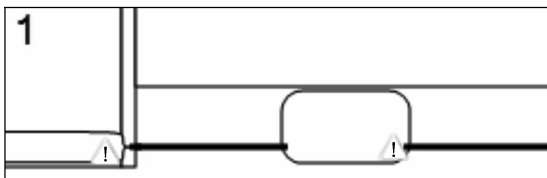
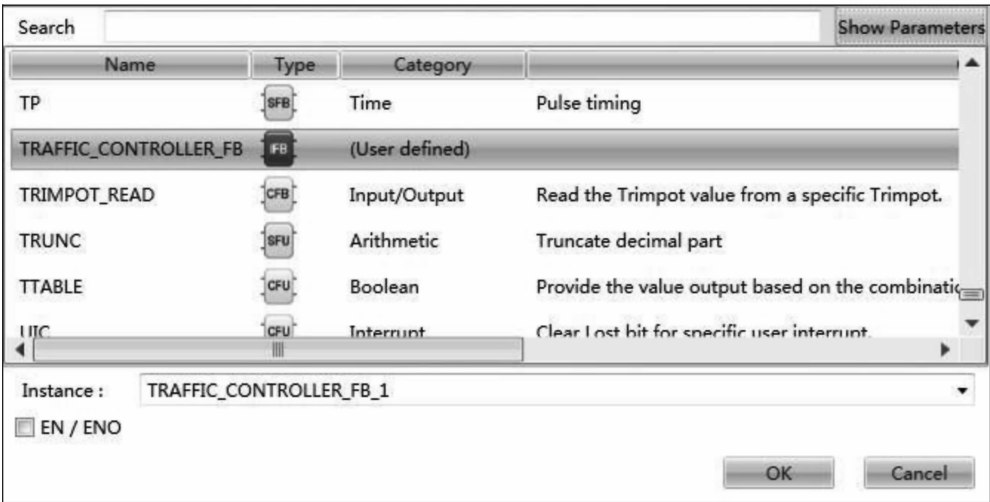
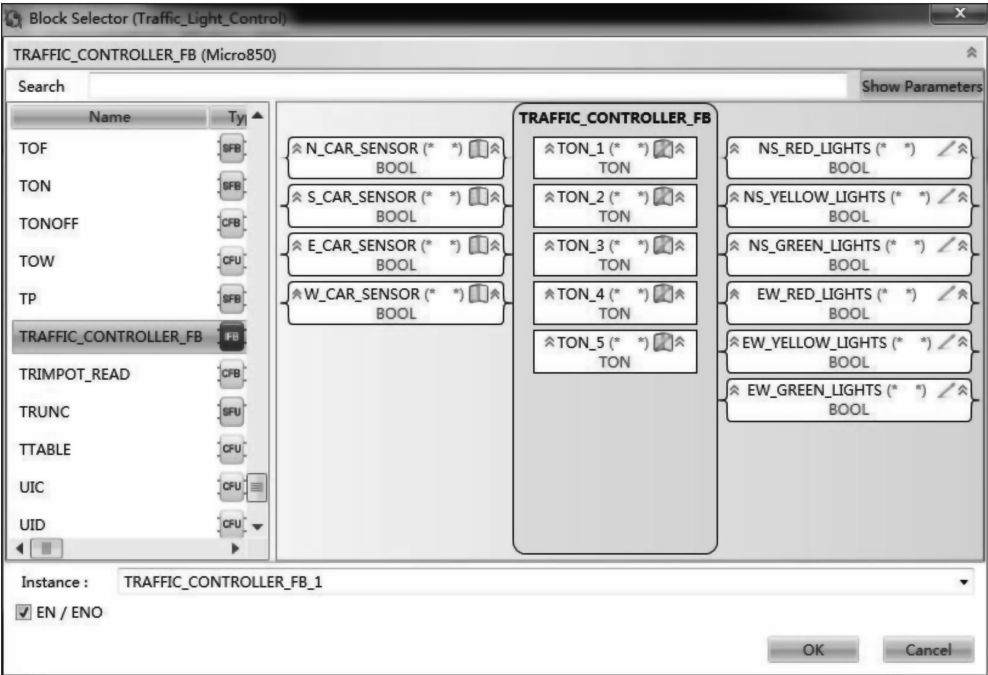

图 5-114 编写主程序
图 5-115 选择功能块
图 5-116 设置交通灯功能块
- 3) 双击交通灯控制图标，打开编程界面，在工具箱里选择功能块指令拖拽到程序梯级中，如图 5-114 所示。拖拽功能块指令到梯级以后，会自动弹出功能块选择列表，找到编写好的交通灯控制功能块，如图 5-115 所示，选择即可。
双击编写的交通灯功能块，出现如图 5-115 所示的界面，选中编写的交通灯功能块，单击右上方的显示参数按钮 **Show Parameters**，可以看到交通灯功能块中所有的输入和输出参数，在该参数列表中可以对这些参数进行必要的设置，完成参数的设置后，将图 5-116 中左下角的 EN/ENO 复选框选中，EN/ENO 复选框表示使能功能块的输入和输出。如果这里不选择，将无法在主程序中使用功能块。